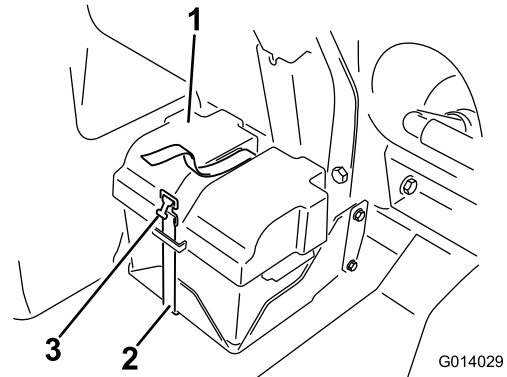

Bild 16
3. Nehmen Sie die Abdeckung der Batterie (Bild 16) ab und klemmen Sie das Minuskabel der Batterie ab.
10. Befestigen Sie die Abdeckung mit dem Riemen am Batteriekasten (Bild 16).